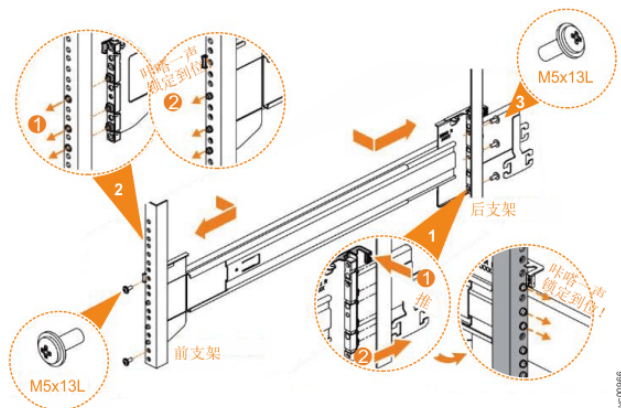

图 58. 将导轨组合件安装到机架中
6. 使用 M5 螺钉将外部导轨构件和支架组合件安装到机架中，如第 52 页的图 58 中所示。